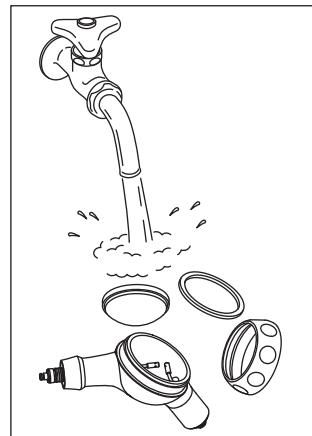

Fig.14
- 3) Lave con el chorro de agua corriente el polvo limpiador adherido en el interior del depósito de polvo y la cubierta del depósito de polvo. (Fig. 14)